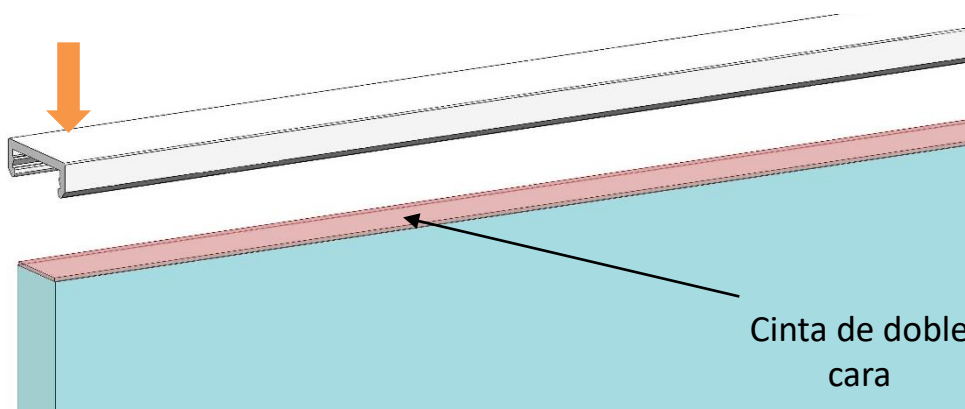

Figura 12
- La fijación del pasamanos se realizara aplicando (cinta de doble cara/ polímero) en el canto superior del cristal. Colocar el pasamanos y presionar para fijarlo (Figura 12).